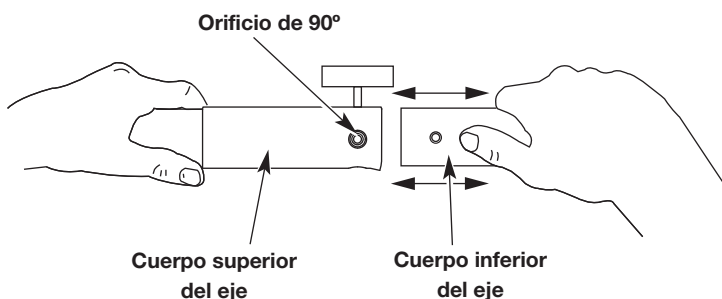

Fig. 3
2. Mientras sostiene el accesorio con firmeza, empuje en línea recta hacia dentro del acoplador EZ-Link™ hasta que el botón de desconexión encaje firmemente en el agujero 90° (Fig. 3).
3. A la vez que sujeta firmemente la caja del eje superior, saque el accesorio del acoplador EZ-Link™ (Fig. 3).